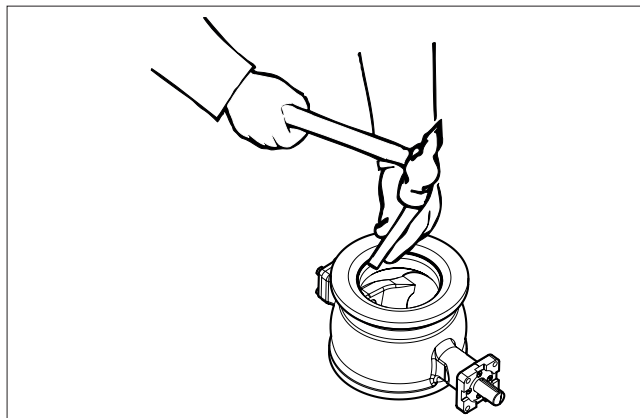

Fig. 23 Banke sædet af
- Bank på sædet (4) med en blød spindel hele vejen rundt fra opstrømsiden for at få det til at falde ind i huset, fig. 23.